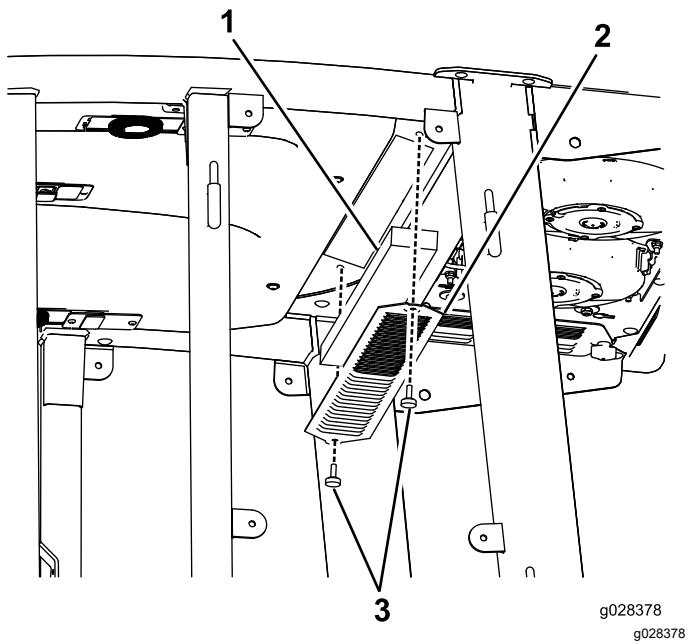
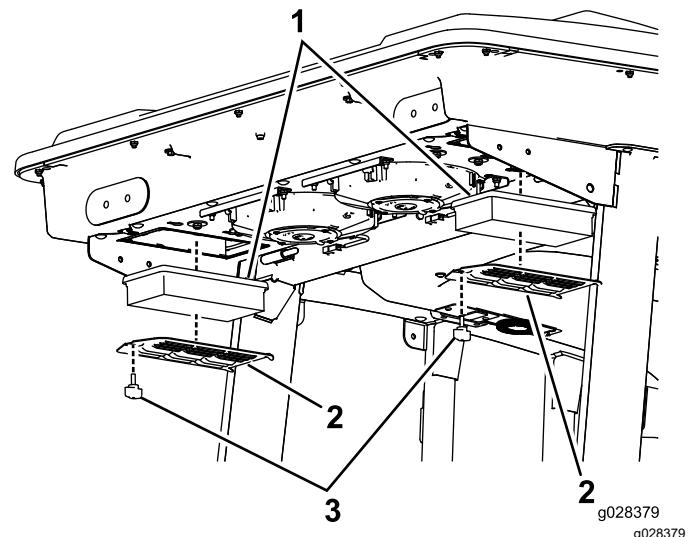

Bild 102
Bild 103
1. Nehmen Sie die Schrauben und Gitter von den internen und hinteren Kabinenluftfiltern ab (Bild 102 und Bild 103).